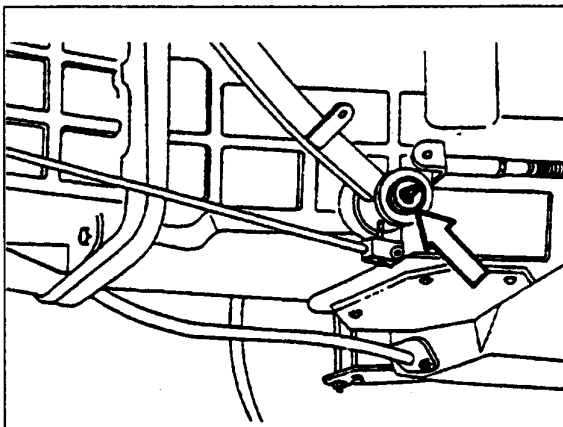

Fig.5-28a
- Perno articulación pedal mando embrague: Inyectar grasa del tipo indicado (Fig. 5-28a).